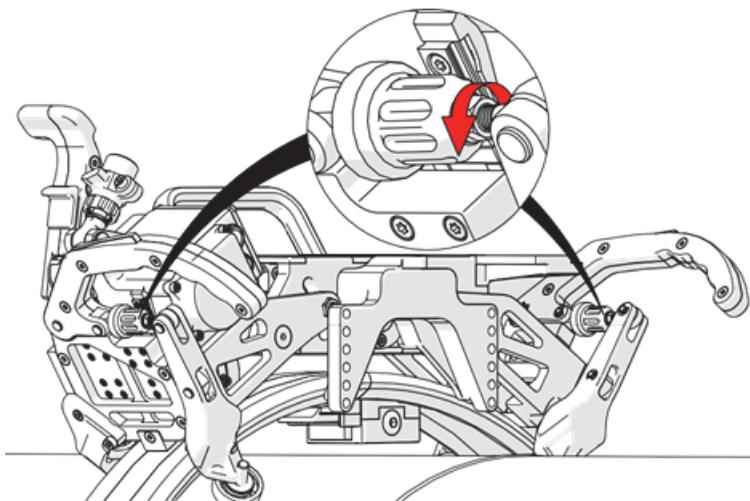

图1-35 松开夹钳调节锁
5. 松开每个环形带夹钳杆上的夹钳调节锁（参见第50页的图1-35）。